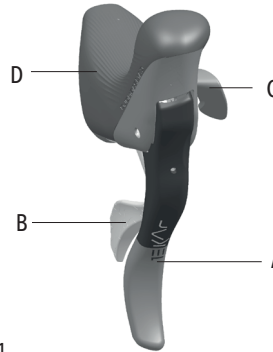

Fig.1
- palanca del freno (A - Fig.1)
- palanca externa (B - Fig.1)
- palanca interna (C - Fig.1)
- cubremando (D - Fig.1)
• El accionamiento de la palanca A (Fig. 1) determina el funcionamiento del freno: compruebe, accionando cada mando, a qué rueda corresponde dicho accionamiento.